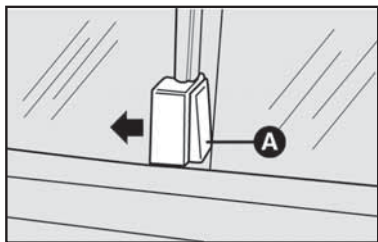

fig. 70
- 1) Destruve a janela corrediça pressionando o botão **A**-fig. 70.